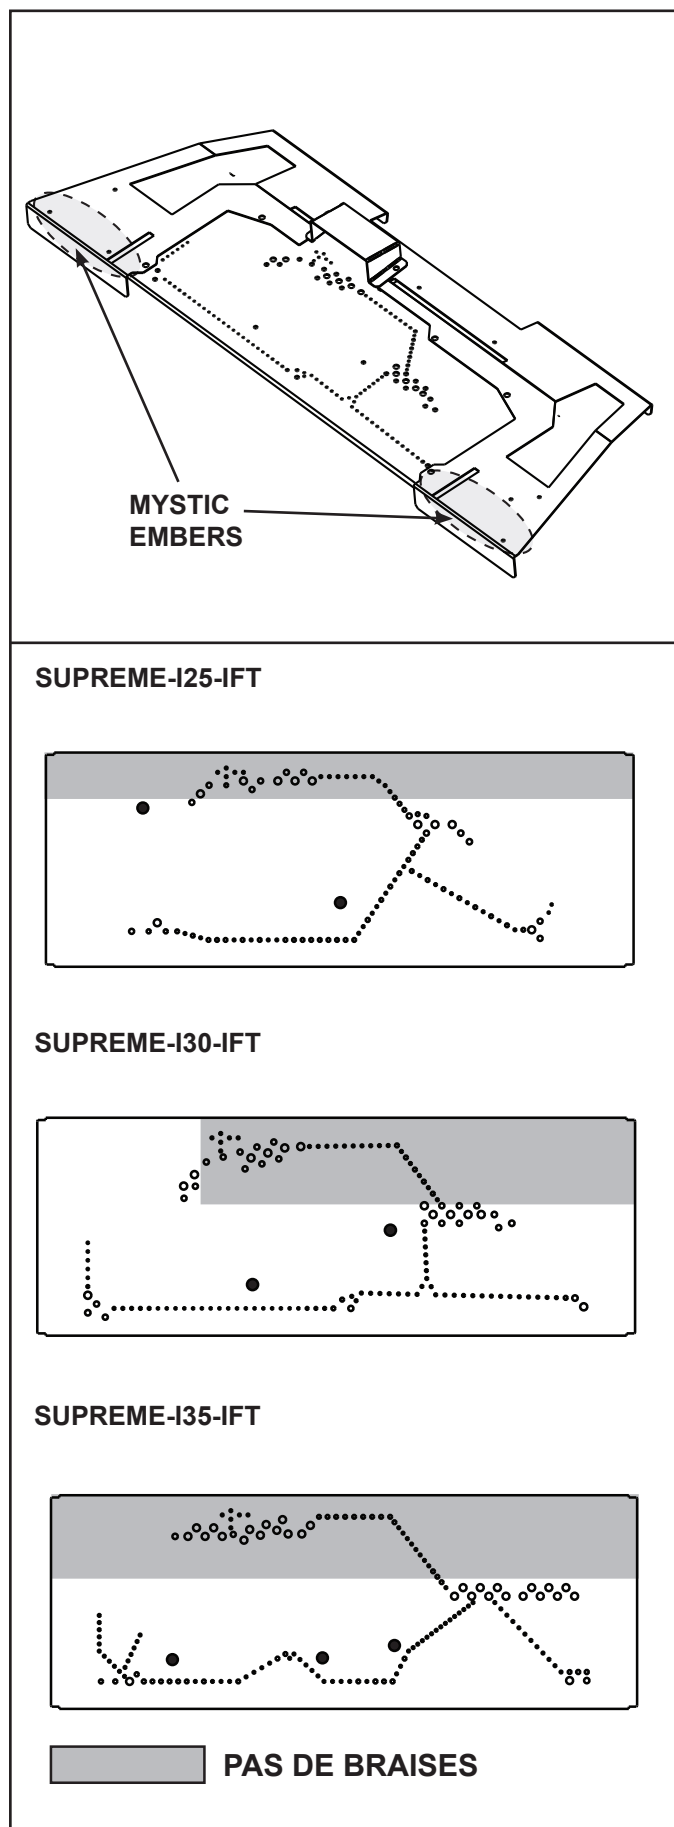

Figure 9.3 Disposition des braises
- Utilisez des braises mystiques pour masquer la transition entre la base réfractaire et le plateau de base. Voir la figure 9.3.
- Les braises ne **PEUVENT PAS** être disposées directement sur les orifices de brûleur, comme indiqué à la figure 9.3, ou dans la zone de la veilleuse, comme indiqué à la figure 9.3.
- Les braises peuvent être disposées sur les orifices des zones indiquées à la figure 9.3. Ces braises doivent être disposées sans structure par-dessus des orifices, sans les presser sur ou dans les orifices. Disposez en une seule couche ne dépassant pas une épaisseur de 6 mm (1/4 po).